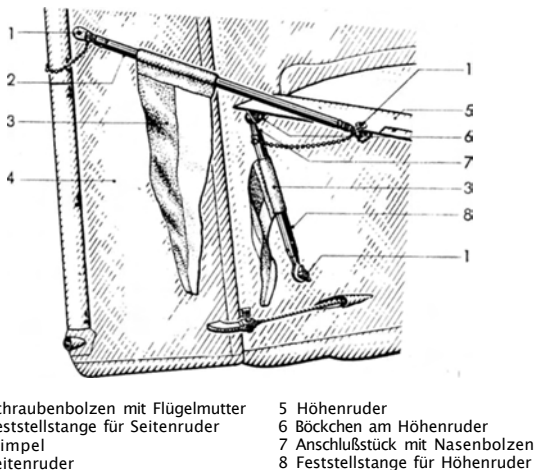

Abb. 9 Feststellvorrichtung für Höhen- und Seitenruder
Auf den Tragflügeln und dem Höhen- und Seitenleitwerk sind, um Beschädigungen des Flugzeuges durch Anbringen der Feststellvorrichtungen an falscher Stelle zu vermeiden, diejenigen Stellen gekennzeichnet, an denen die Vorrichtungen anzubringen sind (siehe Abb. 9 bis 11).
Die Festlegung des Höhen- und Seitenruders (Abb. 9) erfolgt mit zwei Feststellstangen (2 und 8) an den rechten Ruderhälften (4 und 5). Diese Feststellstangen (2 und 8) sind z.T. mit besonders ausgebildeten Anschlußstücken sowie mit Nasenbolzen (7) und Löchern versehen. Das Anbringen erfolgt an einem Bockchen (6) und verschiedenen Feststelllöchern mittels Schraubenbolzen und Flügelmuttern (1).